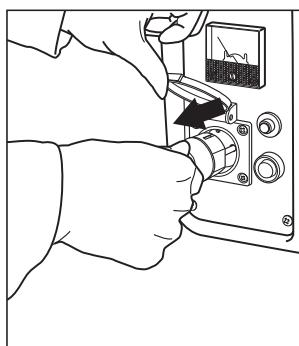

рис. 4
- Отсоедините все электрическое оборудование от источников переменного тока генератора, отключите подачу напряжения на панели штепельных розеток (рис. 4).